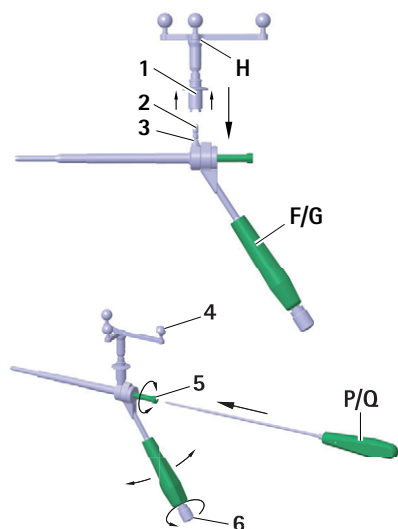

Fig. 2 Montaje de la unidad en estrella Aesculap sobre la guía S⁴C FW664R/FW665R
- Para asegurarse de que la cámara tiene una visibilidad adecuada sobre los marcadores esféricos reflectantes, aflojar el pomo **6** del mango S⁴C de la guía S⁴C F/G y girar la unidad en estrella de Aesculap **H** hasta alcanzar la posición deseada, ver Fig. 2.
- Para asegurarse de que la cámara tiene una visibilidad adecuada sobre los marcadores esféricos reflectantes, aflojar el pomo 6 del mango de la guía S⁴C F/G y girar la unidad en estrella de Aesculap H hasta alcanzar la posición deseada, ver Fig. 2.